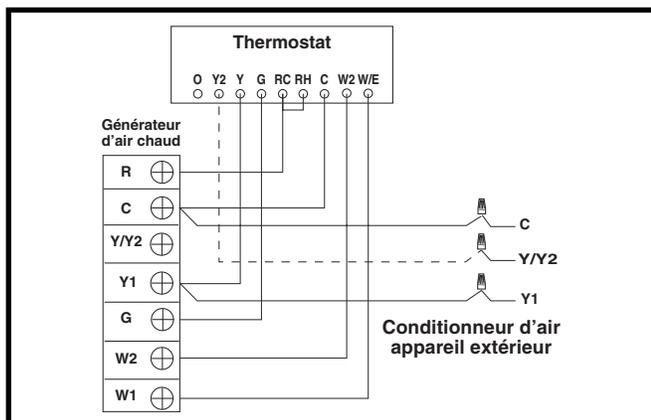

Figure 2. Conditionneur d'air bi-étages typique (sans CoreSense™) avec fournaise au gaz
- Les branchements du thermostat doivent être effectués conformément aux directives qui accompagnent le thermostat et l'appareil intérieur. Voyez la Figure 2.